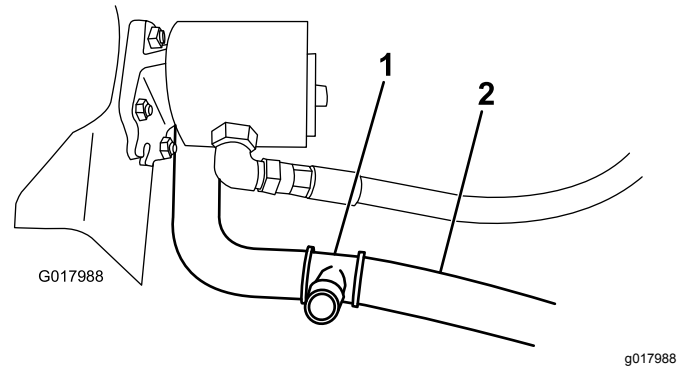

Bild 17
2. Schneiden Sie den unteren Kühlerschlauch ca. 89 mm von der Mittellinie des Schlauches an der 90°-Biegung ab (Bild 17).
3. Schließen Sie das T-Anschlussstück mit zwei breiten Schlauchklemmen an jedes neue abgeschnittene Ende des unteren Kühlerschlauchs an (Bild 17).